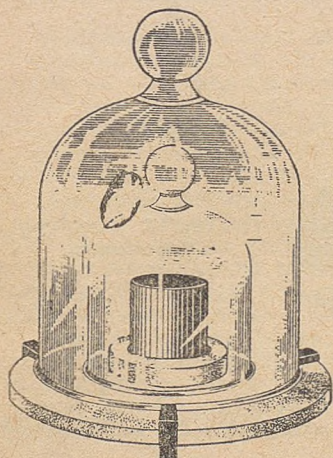

Рис. 12. Килограммӧн эталон.
11. Веслӧн метрическӧй единицаӧз. Мераӧз метрическӧй системаын вес единица понда примитӧма гирилӧн вес, кӧда шусы килограммӧн (дженыта—кг). Эта гирилӧн эталонне керӧма платина да иридий металлз сплавись да хранитсы мераӧз да весӧз Международнӧй бюройн (рис. 12). Быдӧс культурнӧй странаӧзын эмӧсь сы выльс точнӧй копияӧз.